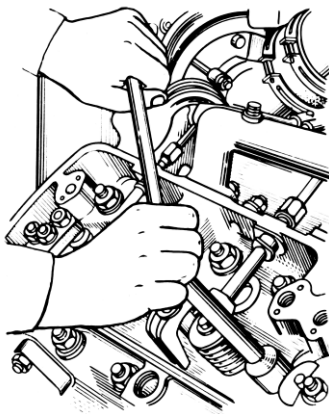

Рис. 91. Отвертывание гаек крепления головки цилиндров
6. Отвернуть гайки шпилек крепления головки цилиндров (рис. 91), соблюдая последовательность, обратную затяжке (рис. 60), не менее чем за три приема:
Клапаны, пружины и детали их крепления установить на головку цилиндров и засушить клапаны, используя приспособление, изображенное на рис. 91.